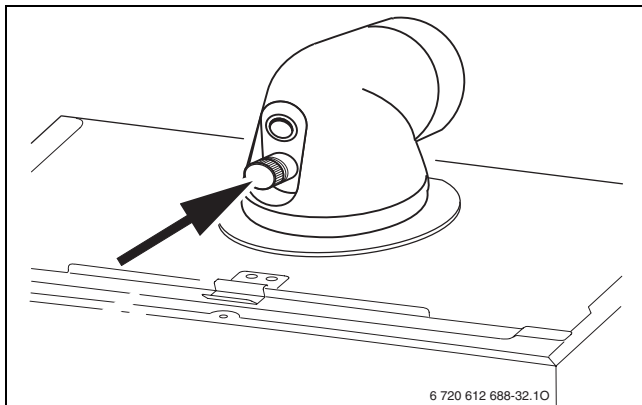

Fig. 49
- ▶ Rimuovere il tappo dalle prese di analisi combustione (→ fig. 49).